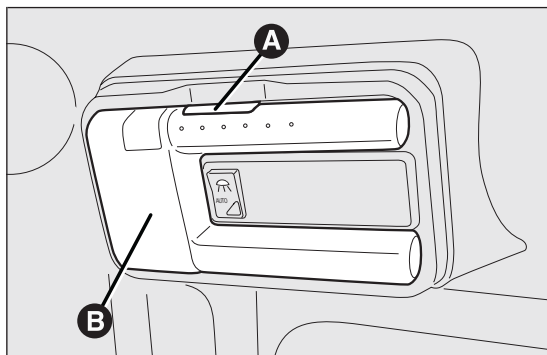

fig. 163
- ❑ premere il pulsante A fig. 163 ed estrarre la plafoniera asportabile B;